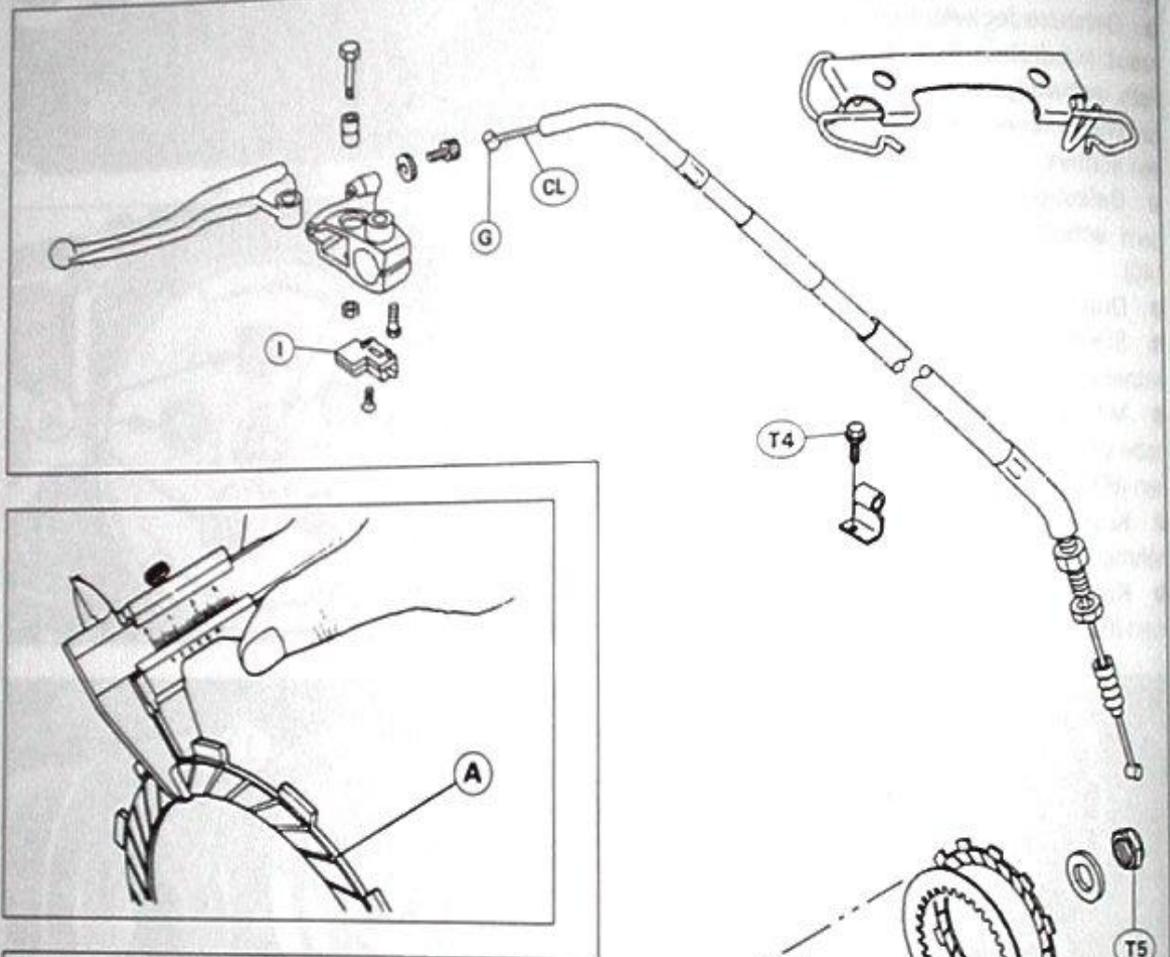

Bild 145
-  Dicke der Kupplungsreibrscheiben messen (Bild 145). Sollwert 2,9 – 3,1 mm; Verschleissgrenze 2,75 mm.